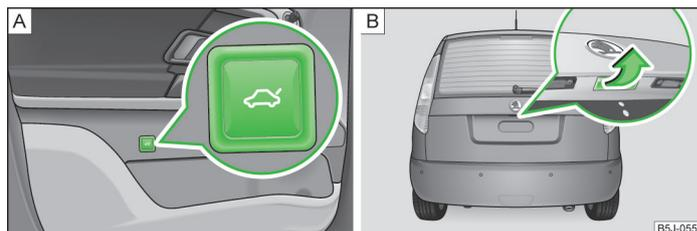

Fig. 18 Abrir la tapa del maletero / empuñadura de la tapa del maletero
- Pulsar la tecla de símbolo  en la puerta del conductor » fig. 18 - **A** y levantar la tapa del maletero en la dirección de la flecha » fig. 18 - **B**.
- Presionar la empuñadura y levantar la tapa del maletero en la dirección de la flecha » fig. 18 - **B**.